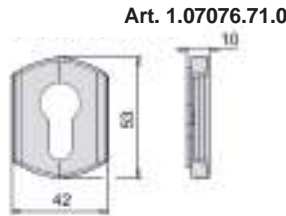
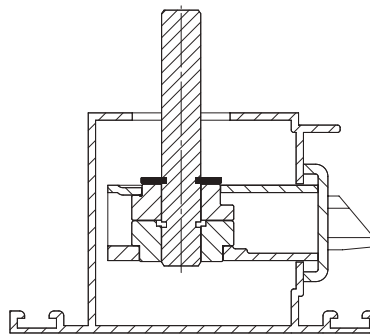

FIG. 8
FIG. 9
- Instale el pitón cuadrado (de calidad equivalente o superior a Fe360, galvanizado), definiendo la parte que sobresale del borde de la puerta (Fig. 7), tal como se muestra en la Tab. 1 (altura Y para el lado interno, altura Z para el lado externo): **Advertencia:** se recomienda instalar el pitón cuadrado de la manilla en las formas indicadas en la Fig. 8 y en la Fig. 9.
Advertencia: se recomienda instalar el pitón cuadrado de la manilla en las formas indicadas en la Fig. 8 y en la Fig. 9.